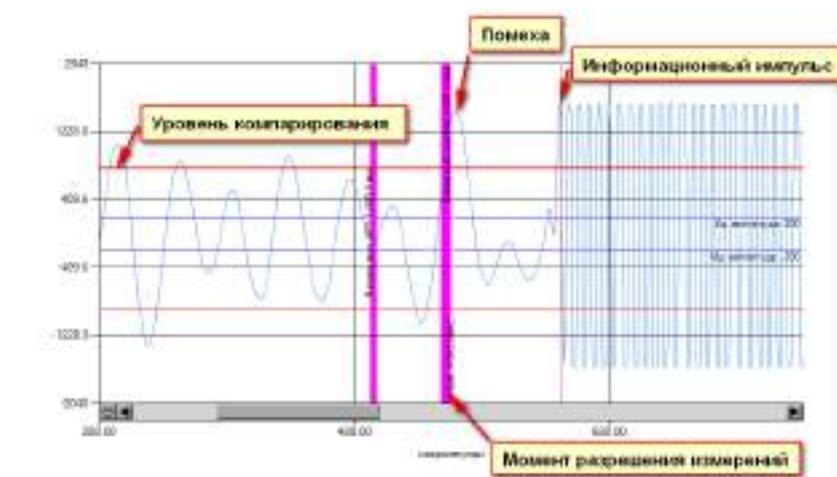

Рисунок 5.1 – Пример сигнала с помехой
5.4.2 В случае, если амплитуда помехи превысит уровень компарирования после момента разрешения измерений (Рисунок 5.1), она будет воспринята системой как ложный информационный импульс. При этом однозначно сработает система самодиагностики по критерию "отклонение измеренной скорости звука луча от средней свыше установленной границы (5%) либо по критерию "отношение сигнал-шум менее критического значения (менее 15 дБ)". При этом система самодиагностики сформирует сигнал аварии луча "НЕНОРМА" и луч будет отключен.